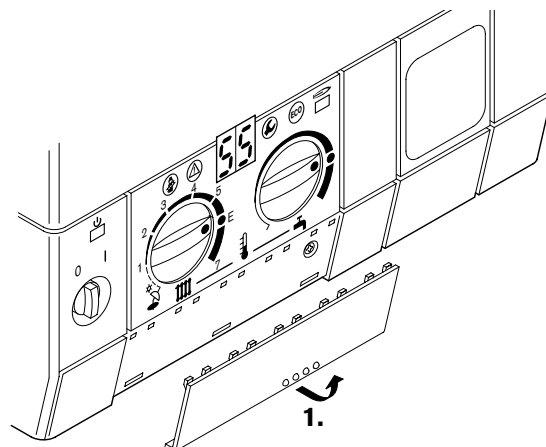

Figura 5
1. Scollegare l'alimentazione elettrica e rimuovere la mascherina indicata in figura 5.